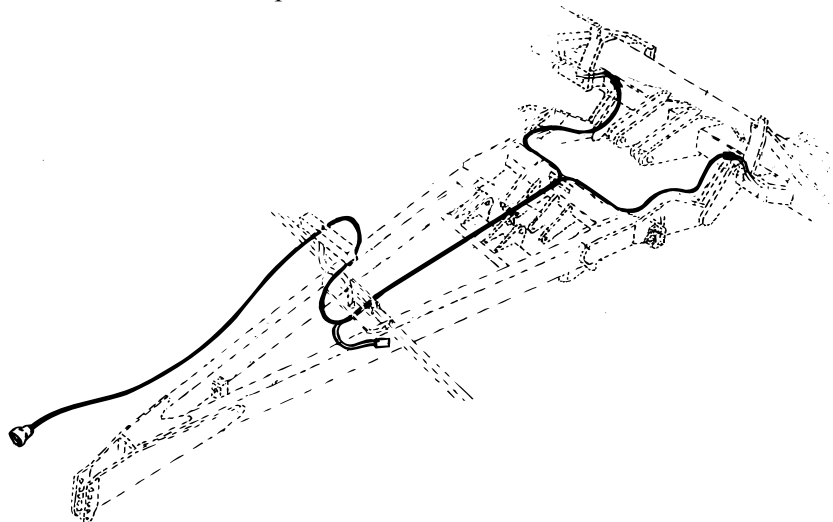

Рис. 2.3
- 9 Подключите электрические кабели в соответствии со схемой “Рис. 2.3”.